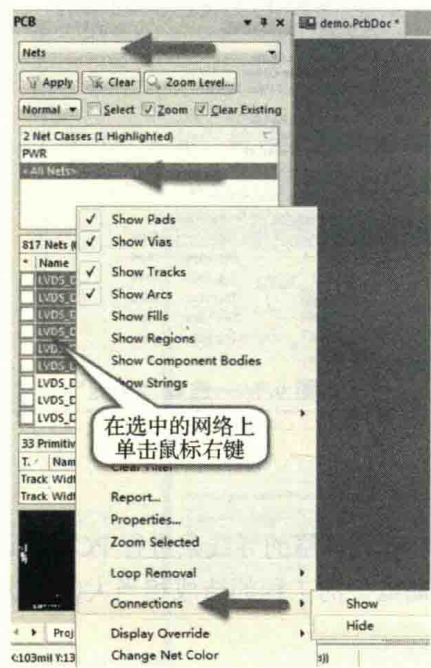
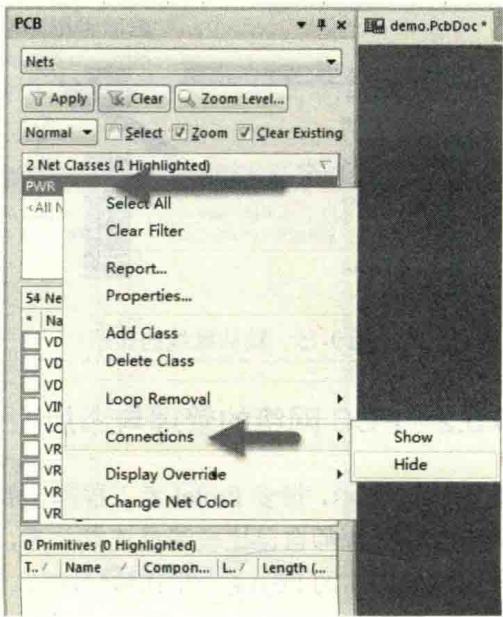

图 9-72 对鼠线的开关
图 9-73 对某个网络类的网络鼠线开关
- (1) 在 PCB 设计交互界面的右下角执行命令“PCB-PCB”，调出 PCB 对象编辑窗口，选择“Nets”，进入“Nets”编辑窗口，如图 9-72 所示。
- (2) 在显示的网络类中，选择“All Nets”，在下面网络显示框中，选中单独的某个网络或多个网络。
- (3) 在选中的网络上单击鼠标右键，选择执行“Connections-Show”命令可以打开鼠线，选择执行“Connections-Hide”命令可以对其鼠线关闭。
- (4) 如果想对某个网络类的网络鼠线单独打开或者关闭，可以如图 9-73 所示在选中的网络类上单击鼠标右键，进行操作。